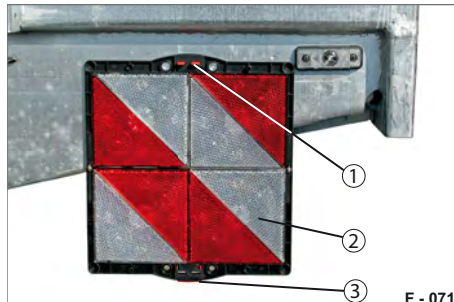

Abb. 96 Park-Warntafel, Kunststoff
- ▶ Drücken Sie die Drucksicherung (Abb. 96/3) ein.
- ▶ Klappen Sie die untere Teilhälfte (Abb. 96/2) der Warntafel herunter.
Die Drucksicherung (Abb. 96/3) rastet automatisch in der Verriegelung (Abb. 96/1) ein.